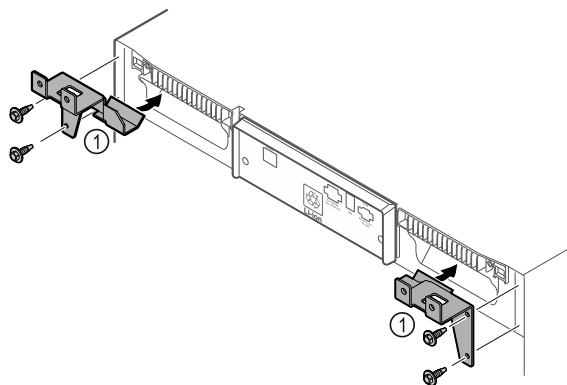

Fig. 12
- ▶ Монтирайте крепежните части Fig. 12 (1) на уреда със самонарезните винтове.